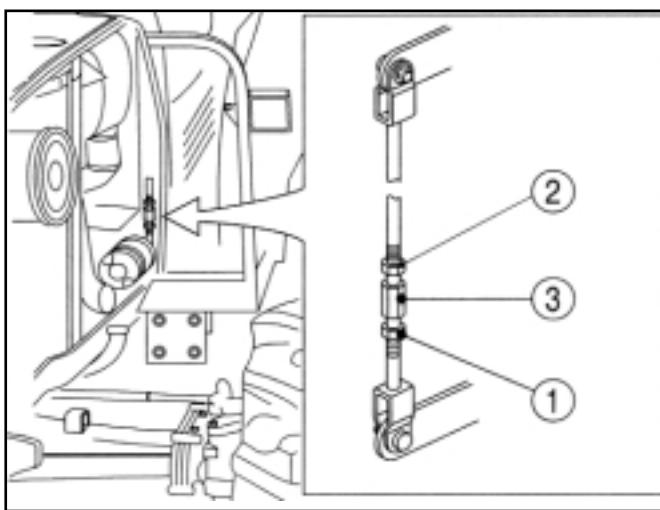

FIG. 117 / ABB. 117 / FIG. 117
Pour régler le jeu de la pédale, démontez le panneau gauche du capot, desserrez l'écrou (1) (filet droit) dans la Fig. 117 et serrez l'écrou (2) (filet gauche). Ajustez le tendeur (3) pour arriver à un jeu correct. Allonger l'ensemble augmentera le jeu, raccourcir l'ensemble diminuera le jeu.
Zum Einstellen des Kupplungspedalspiels die linke Seitenhaube abnehmen und die Sicherungsmutter (1) (Rechtsgewinde) und Sicherungsmutter (2) (Linksgewinde) in Abb. 117 lockern. Den Spanner (3) drehen, bis das korrekte Pedalspiel resultiert. Durch Verlängern der Stange erhöht sich das Spiel, durch Verkürzen wird es reduziert.
Om de speling op de koppelingspedaal aan te passen verwijdert u het linkerzijpaneel van de motorkap en schroeft u de contramoer met rechtse draad (1) in in Fig.117 en de contramoer met linkse draad (2) los. Pas de spanschroef (3) op de verbinding aan totdat u de correcte speling verkrijgt. Wanneer u de verbinding langer maakt, neemt de speling toe; wanneer U ze korter maakt, neemt de speling af.